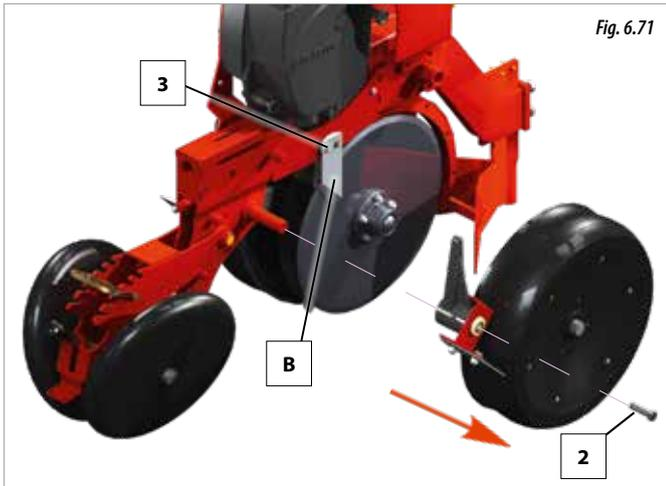

Fig. 6.71
- Dischi sementi (B, Fig. 6.71).
- 1- Smontare la ruota di controllo di profondità usando la vite (2, Fig. 6.71).
- 2- Allentare le viti (3, Fig. 6.71).